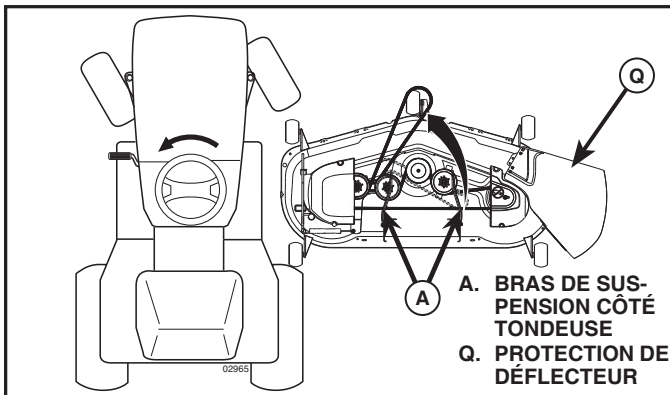

Fig. 26
4. GLISSER LA TONDEUSE SOUS LE TRACTEUR (Voir la Fig. 26)